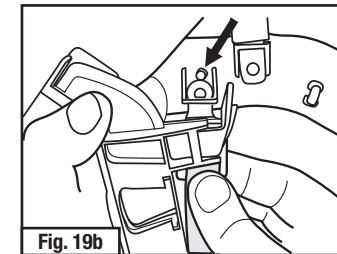

Fig. 19b
- Instale la correa para el mentón al insertar los clips en los puntos de conexión en el arnés, según se muestra en la Fig. 19b. Presione con firmeza la orificio en el clip de la banda para el mentón en el pasador del arnés.